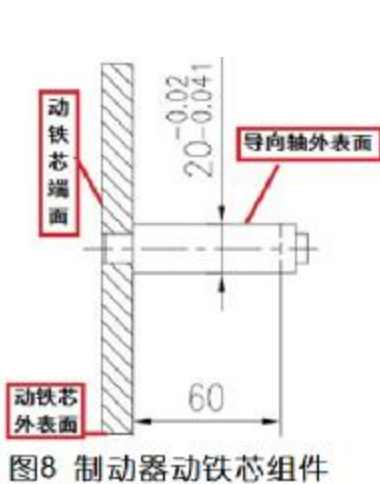

图8 制动器动铁芯组件
- a 检查导向轴外表面（图 8）是否有油污和锈蚀粉尘及锈蚀痕迹。用抹布擦净。用细砂纸（600 目以上）打磨。表面均匀薄涂一层二硫化钼润滑脂，不得流挂。